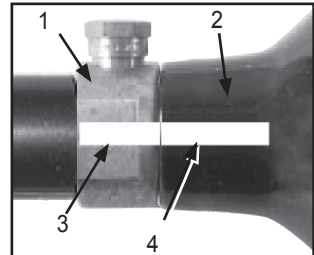

Figura 4: Cilindro y válvula marcadas
La válvula de bronce o níquel (Figura 4, #1) ha sido fabricada para estar unida al cilindro de aire o de CO2 (2).
Referirse a la Figura 4. Han habido reportes de incidentes causados por jugadores que sin conocimiento desatornillan el cilindro (2) de la válvula (1). Esto ocurre cuando el jugador piensa que el ensamble cilindro y la válvula han sido desatornillado de el adaptador de suministro de aire de el marcador de paintball, cuando en realidad están desatornillando el cilindro de la válvula del cilindro.
4. Mire las marcas en el cilindro y en la válvula (como se observa en la figura 4 en la página 7) cuando de vuelta al cilindro $\frac{3}{4}$ de vuelta aproximadamente en sentido contrario a las agujas del reloj.